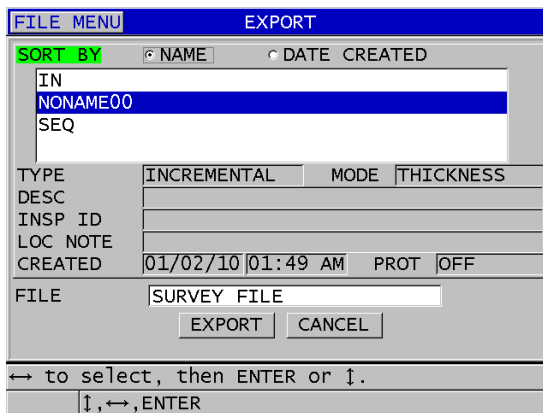

図 14-8 エクスポート画面
5. エクスポート画面で、以下の操作を行います（274 ページの図 14-8 参照）：